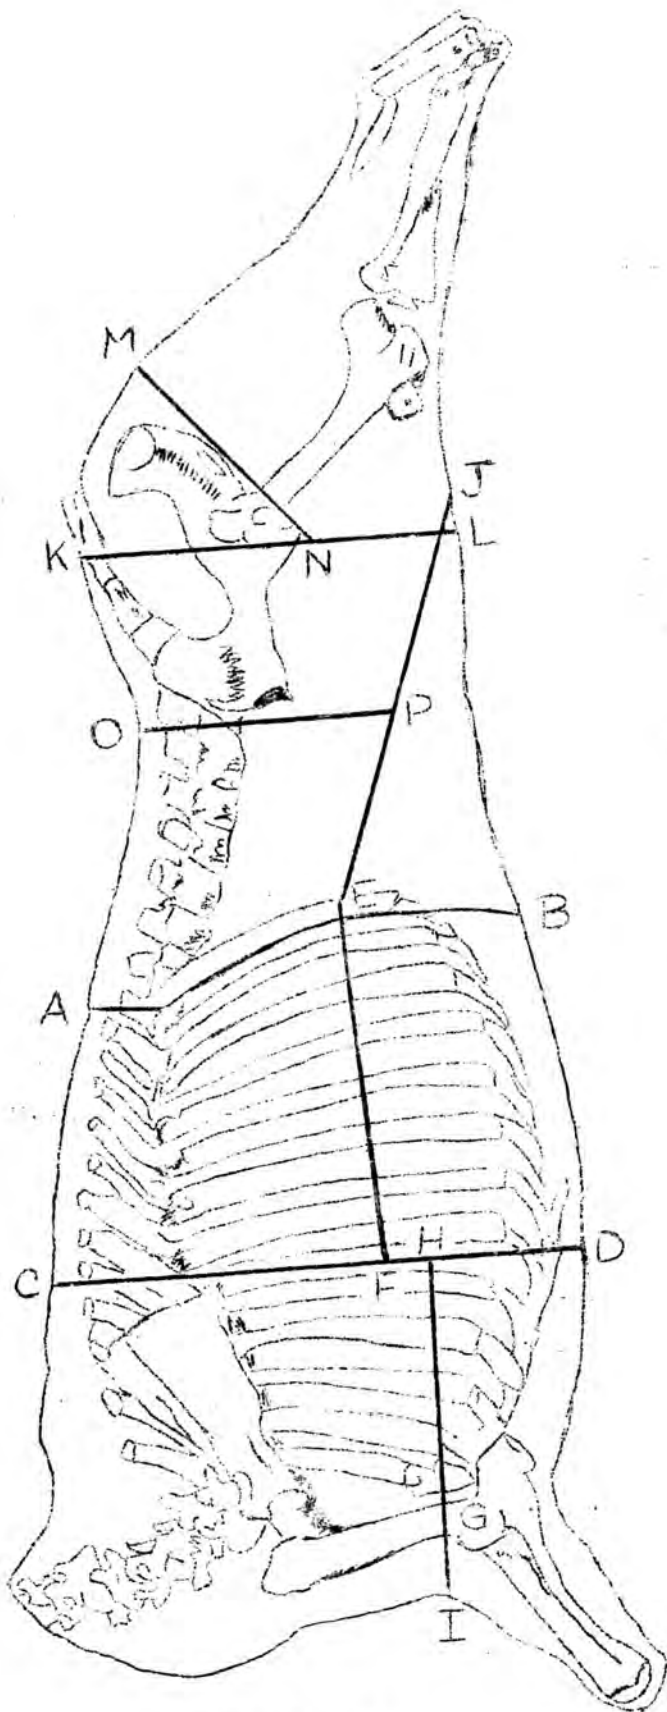

Figura No. 1
5.2.3.1 Separe el cuarto delantero del trasero cortando entre la doceava y treceava costilla, siguiendo la curvatura de la doceava costilla, tal como ilustra la figura No. 1 en A - B.